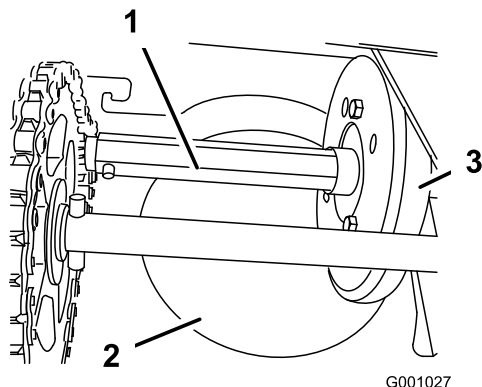

Figure 53
Graissez légèrement l'arbre hexagonal une fois par an avec de l'huile moteur de type automobile (Figure 53).
**Important:** Veillez à ne pas faire couler d'huile sur la roue en caoutchouc ou le plateau d'entraînement à friction en aluminium, sinon la transmission patinera (Figure 53).